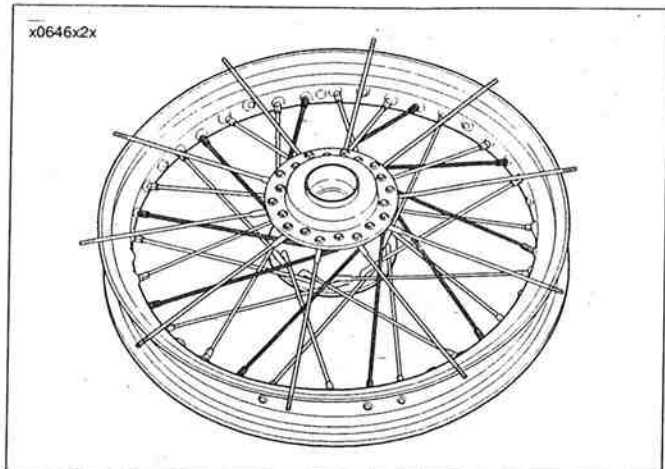

Figura 2-55. Rayos completos – interior del reborde superior
- b. Vea la Figura 2-55. Una vez que haya terminado de instalar los rayos interiores (cabeza larga) de la brida superior, compruebe que haya un agujero vacío después de cada tercer rayo.